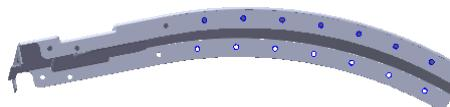

图 14.2.40 阵列(曲线) 1
Step14. 创建图 14.2.40 所示的零件特征——阵列(曲线) 1。
(1) 选择下拉菜单 **插入(I)** → **阵列/镜向(E)** → **曲线驱动的阵列(R)** 命令，系统弹出“曲线驱动阵列”对话框。
(2) 定义阵列源特征。单击 **要阵列的特征(E)** 区域中的文本框，选取切除—拉伸 4 作为阵列的源特征。
(3) 定义阵列参数。